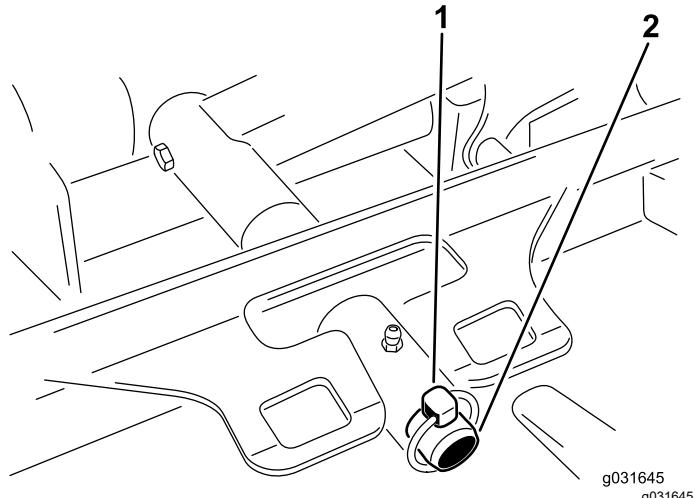

Bild 69
3. Entfernen Sie den Klappstecker oder die Befestigungsmutter, mit der der Mähwerkträgerrahmen am Hubarm-Lagerbolzen befestigt ist (Bild 69).
3. Schieben Sie den Mähwerkträgerrahmen auf den Lagerbolzen des Hubarms und befestigen Sie ihn mit dem Klappstecker oder der Befestigungsmutter (Bild 69).